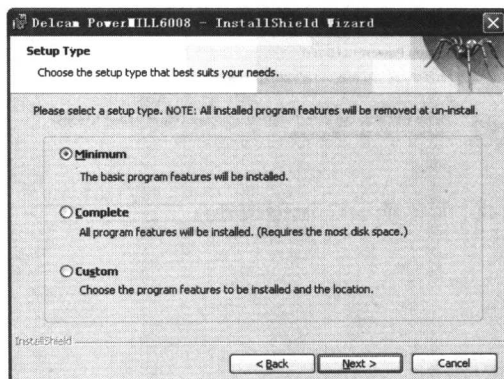

图1-6 安装类型界面
- 在界面中单击 **Change...** 按钮可以改变安装路径，如 “D:\Delcam\” 路径。单击 **Next >** 按钮，进入如图 1-6 所示的安装类型界面。